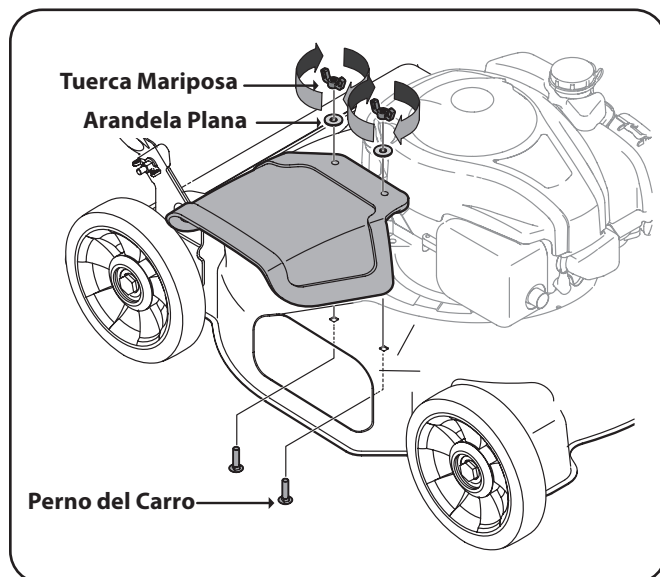

Figura 3-5
1. Alinee los orificios en el canal deflector con los orificios correspondientes en la superficie de la plataforma. Vea la Figura 3-5.